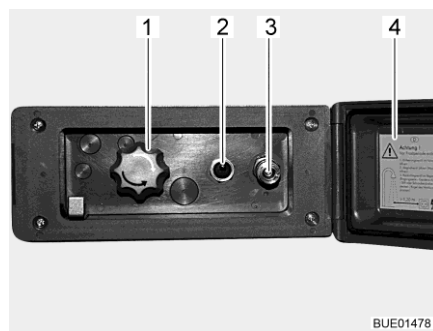

Bild 98 Duschanschluss außen
- Deckel (Bild 98,4) entriegeln und öffnen.
- Schlauch der Außendusche am Schnellverschluss (Bild 98,3) anschließen.
- Wasserpumpe mit Schalter (Bild 98,2) einschalten.
- Wassertemperatur mit Drehknopf (Bild 98,1) nach Wunsch einstellen.
- Wasserpumpe mit Schalter (Bild 98,2) ausschalten.
- Deckel (Bild 98,4) schließen und mit Schlüssel verriegeln.
- Drehknopf (Bild 98,1) auf Mittelstellung stellen.